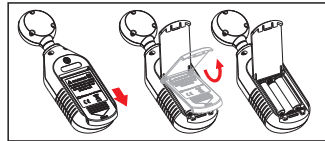

图3
- 本仪器的电源为3节1.5V AAA(7号)电池, 请参考图3使用下列顺序安装或更换电池。